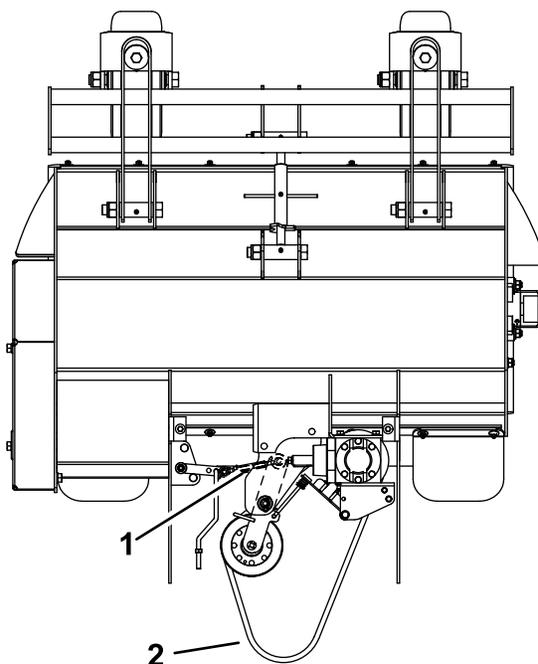

Figura 6
6. Compruebe el enrutado de la correa de transmisión del rotor (Figura 6); consulte la sección Sustitución de la correa de transmisión del rotor del *Manual del operador* de la unidad de tracción para ajustar la correa de transmisión.